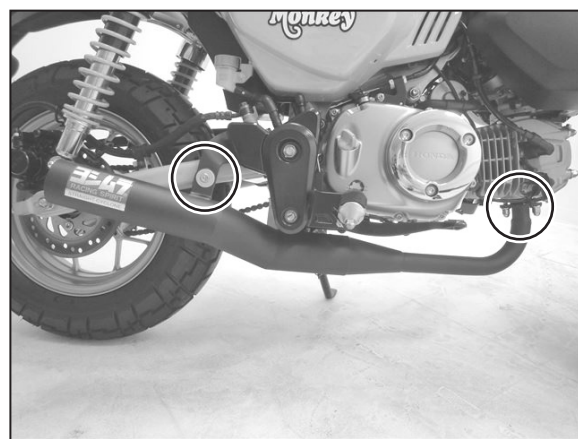

FIG. 8
7. マフラーと車両各部のクリアランスを調整し、排気ポート→ステー順に仮締めしたボルト、ナットを規定トルクで締め付けて下さい。（FIG. 8 参照）